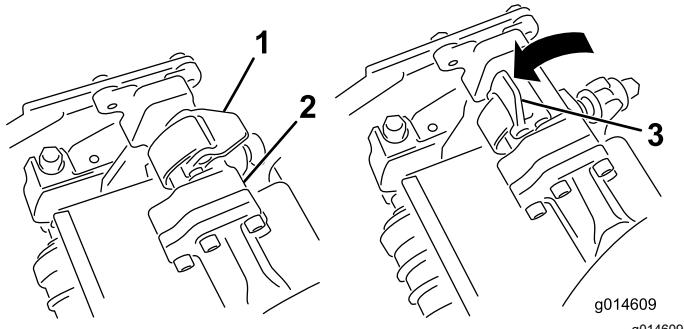
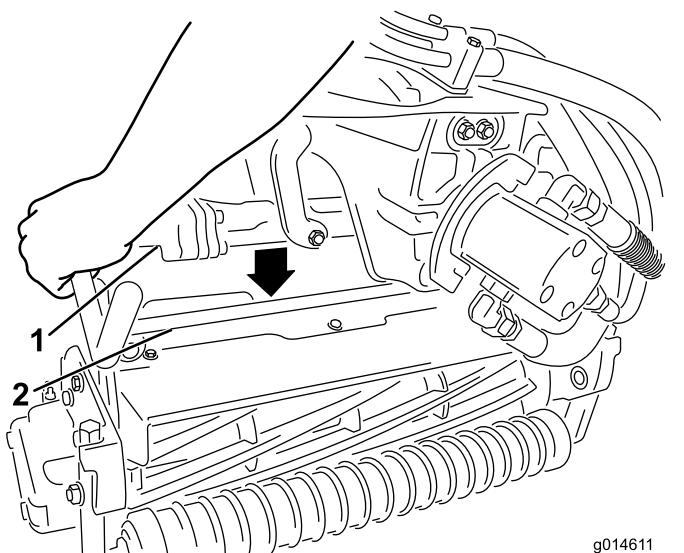

Figura 52
Figura 53
3. Com os fechos na barra do braço de suspensão a apontar para cima (i.e. abertos) (Figura 52), empurre o braço de suspensão para baixo de forma a que a barra passe pela barra através da parte superior da unidade de corte (Figura 53).
4. Feche os fechos para baixo e em redor da barra da unidade de corte e bloqueie-os no sítio (Figura 52).
4. Abra os fechos na barra do braço de suspensão da unidade de corte que está a remover (Figura 52).